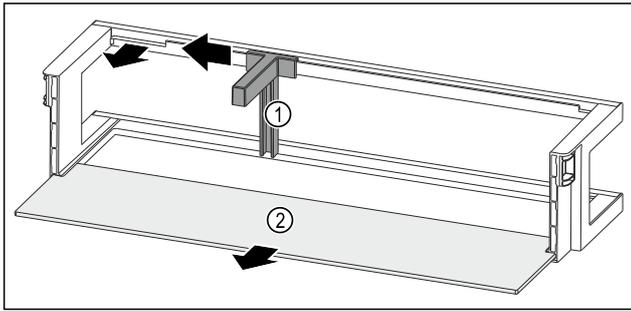

Fig. 86 Balconcino controporta con portabottiglie e ripiano
- ▶ Spingere il portabottiglie Fig. 86 (1) lateralmente fino all'incavo.
- ▶ Rimuovere il portabottiglie Fig. 86 (1).
- ▶ Rimuovere il ripiano Fig. 86 (2).